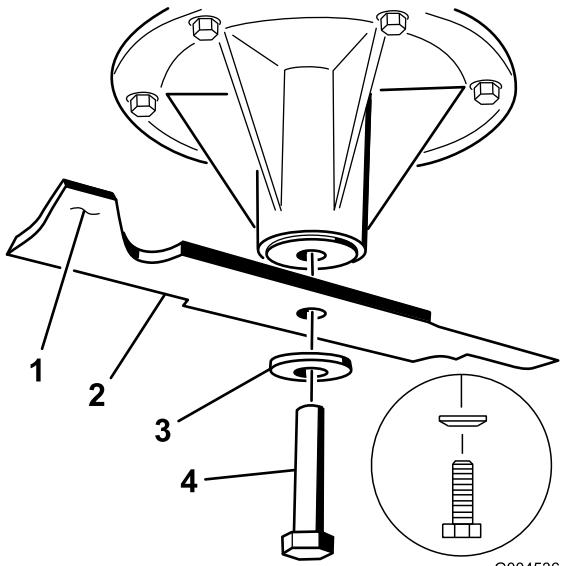

Figure 57
2. Pour les tabliers de coupe de 48 pouces, enlevez le boulon de lame, la rondelle bombée et la lame de l'axe de pivot (Figure 57).
3. Si la lame reste horizontale, elle est équilibrée et peut être utilisée. Si la lame est déséquilibrée, limez un peu l'extrémité de la partie relevée seulement (Figure 57).